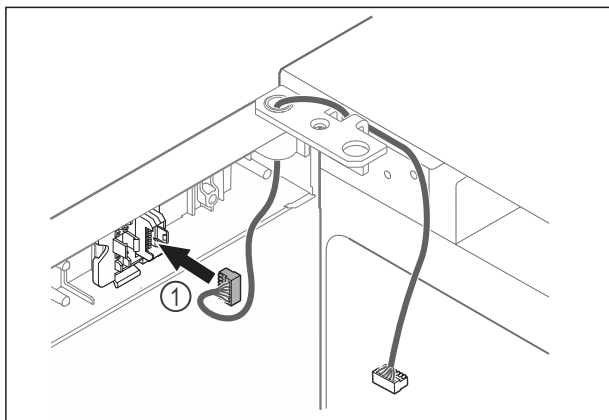

Fig. 41
- Вставьте штекер Fig. 41 (1) в держатель.